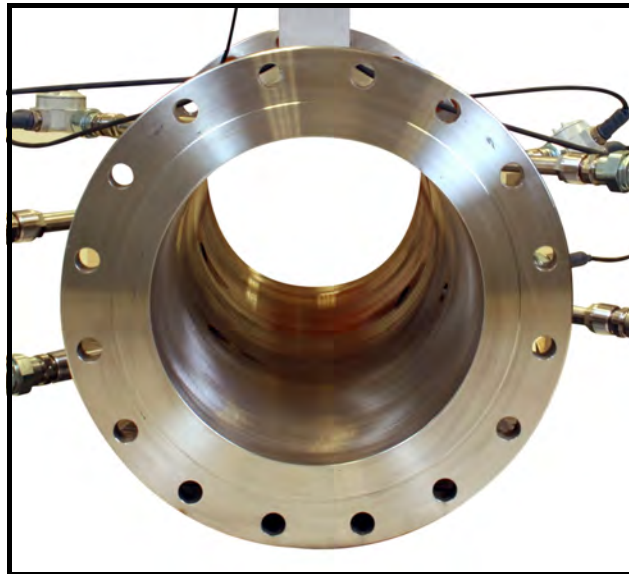

Figura 10: Vista del extremo del Sentinel: brida de montaje
3. Alinee los orificios de montaje de la brida (consulte la Figura 10).